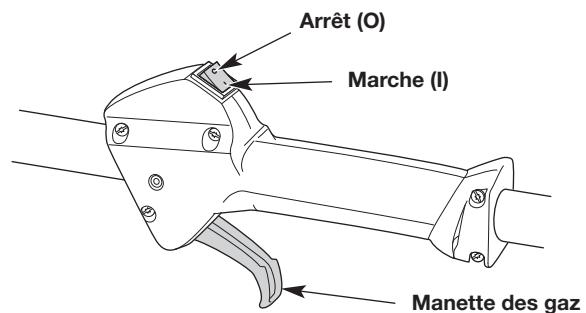

Fig. 4
- REMARQUE :** il n'est pas nécessaire de démarrer l'appareil. L'interrupteur de marche/arrêt est constamment en position de marche (I) (Fig. 4).
6. Appuyez sur la manette des gaz (Fig. 4) et tirez sur le câble de démarreur d'un mouvement contrôlé et ferme à **5 reprises** (Fig. 6).
2. Appuyez sur l'interrupteur de marche/arrêt et maintenez-le enfoncé en position d'arrêt (O) jusqu'à ce que le moteur s'arrête complètement (Fig. 4).